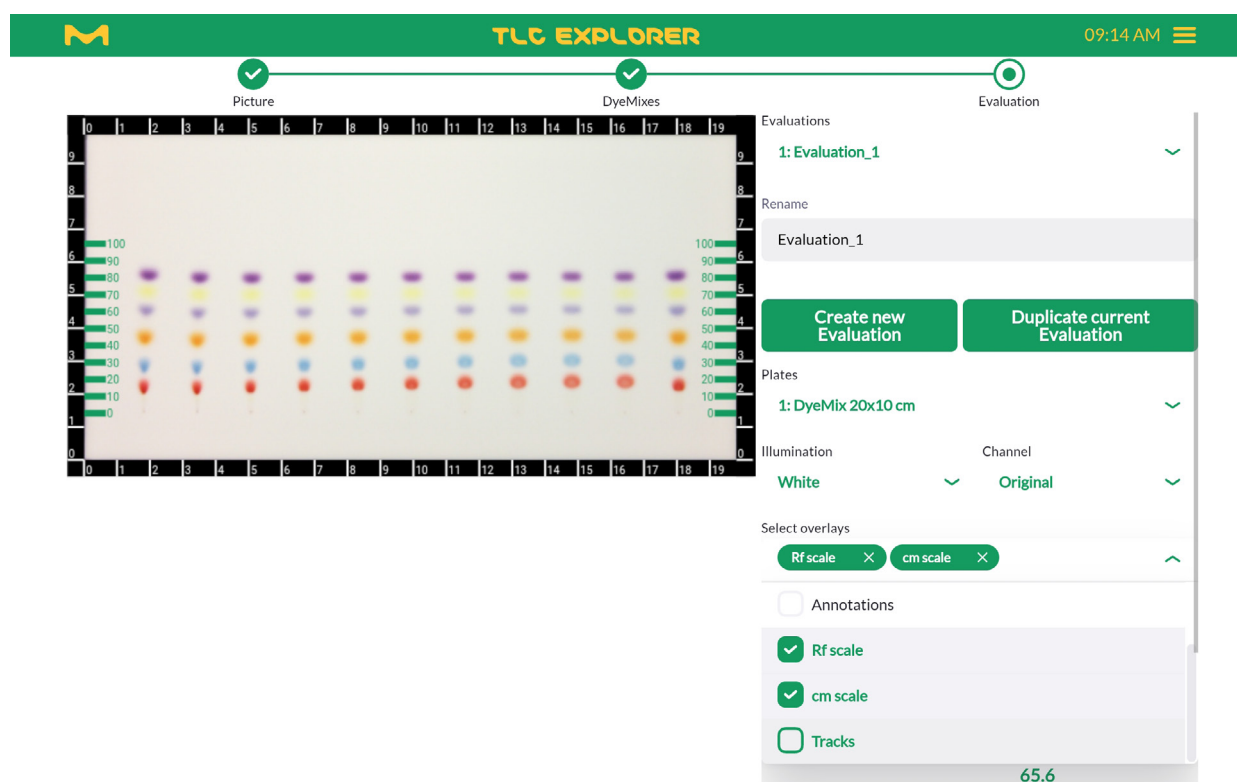

Figura 4.13: Configurazione dell'area dell'anteprima ai fini della Valutazione
In qualunque momento nel corso del processo di Valutazione, potete configurare l'area dell'anteprima come ritenete più opportuno (figura 4.13). Potete scegliere una lastra, l'immagine di una lastra ('illumination') e un canale specifico di questa immagine (per i dettagli si rimanda al paragrafo 4.6) che desiderate visualizzare. Inoltre, potete attivare o disattivare la visualizzazione
- della scala in centimetri intorno alla lastra (vedere, ad esempio la figura 4.13) e